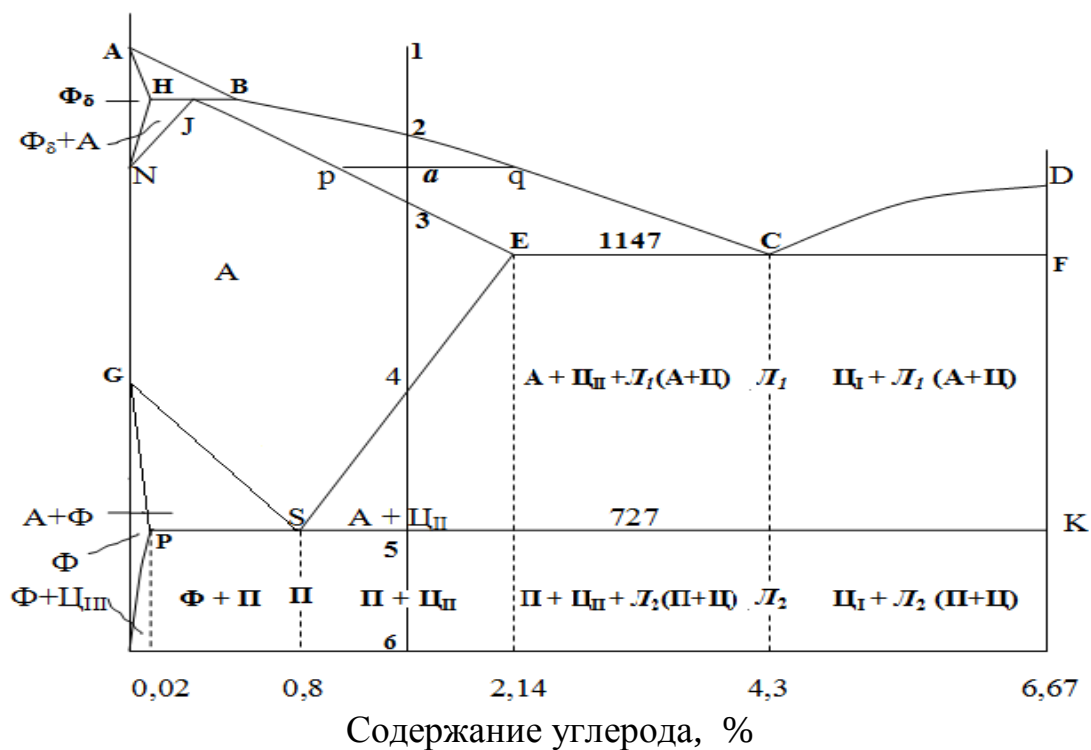

Рис.6 Диаграмма состояний Fe – Fe₃C
- построить кривую охлаждения и указать совершающиеся при этом превращения (см. рис. 6,7).